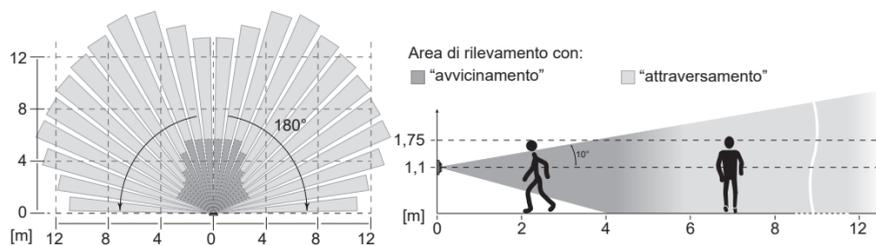

Figura 6: Area di rilevamento del rilevatore di movimento ad un'altezza di montaggio di 1,1 m
■ Evitare fonti di disturbo nell'area di rilevamento (figura 6 e 7). Le fonti di disturbo, ad es. caloriferi, impianti di aerazione e climatizzazione e mezzi luminosi a raffreddamento possono provocare attivazioni indesiderate (figura 4).